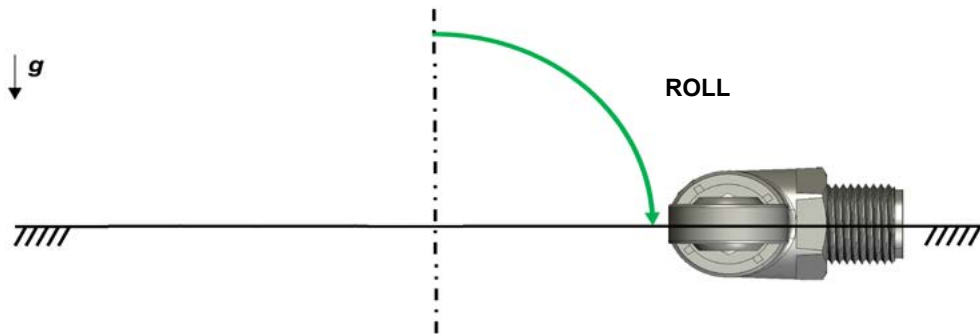

Figura 13. Roll a 90 gradi
- **ROLL:** la Figura 13 e la Traccia 3 mostrano rispettivamente la posizione meccanica del sensore e del PDO2, che contiene la misura di roll associata.